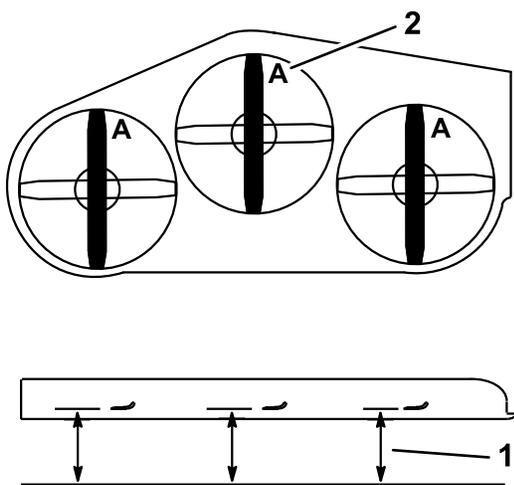

Figura 95
- Mida desde una superficie nivelada hasta el filo de corte, posición A, de las cuchillas (Figura 95).